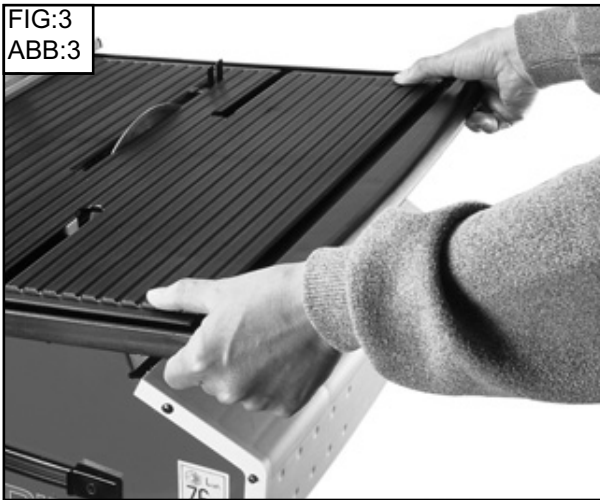

FIG:4
- Relever les deux clips aux extrémités du guide (fig. 4).